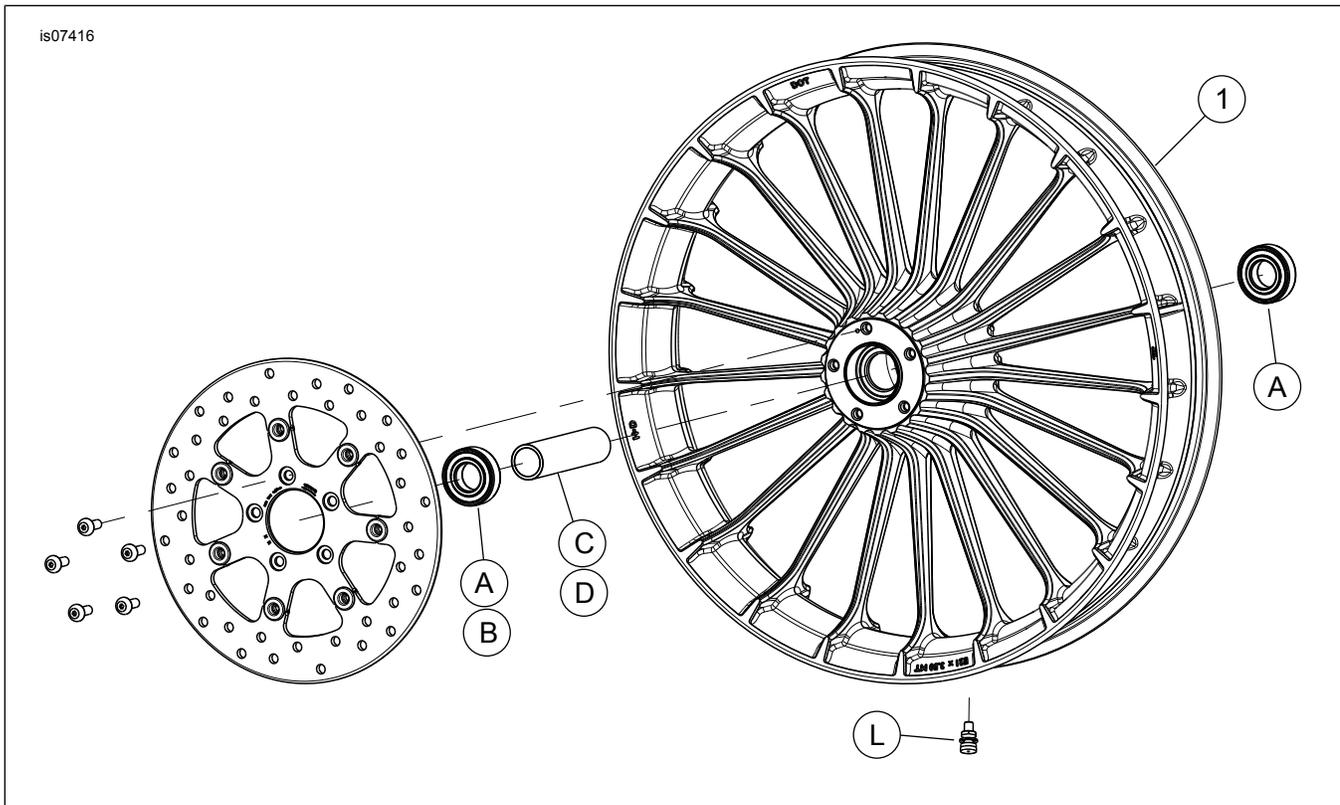

Figura 2. Peças de reposição: Roda da turbina dianteira
Este kit inclui somente a roda personalizada. Veja Figura 2 e Tabela 2.
2. Veja Figura 2 . Instale o conjunto da haste da válvula (L) na roda. Veja o Manual de serviço.